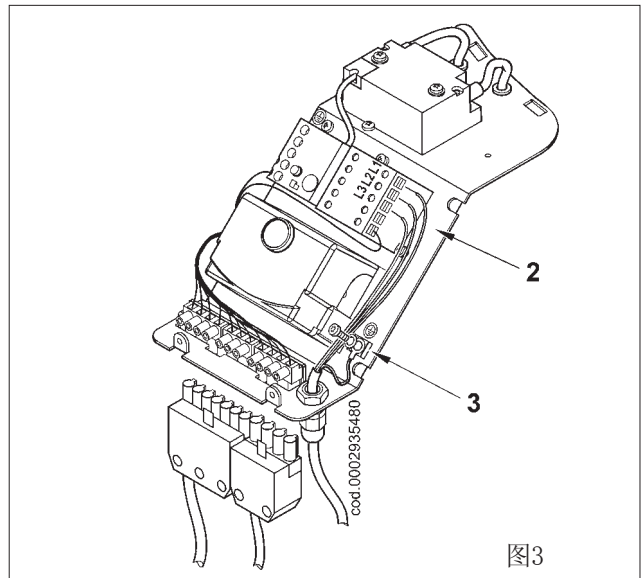

图3
- 3) 将电源电缆(2)连接到接触器，3同地线连接，将电缆锁紧如图3，连接7孔和4孔端子。